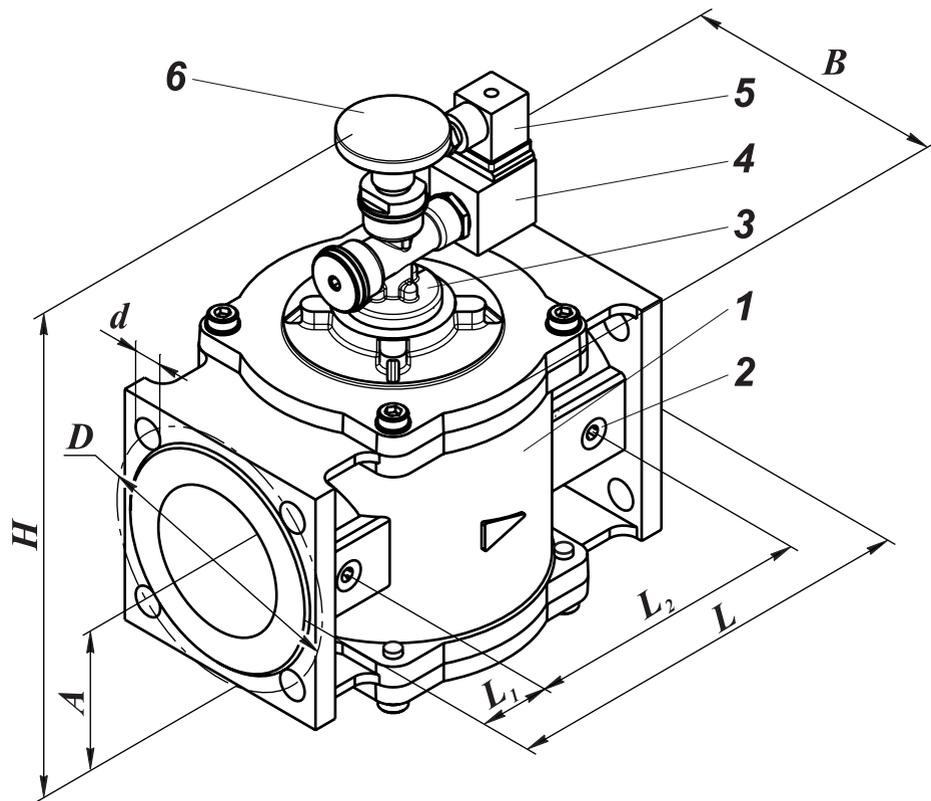

Рис. 1
2.1 Клапан (см. рис. 1) состоит из следующих основных узлов и деталей:
4.3.2 Подвод электропитания к клапану осуществляется с помощью разъема 5, установленного на электромагнитную катушку 4 (рис. 1).
4.4.3 Для открытия клапана и фиксации его в открытом положении необходимо подать напряжение питания на электромагнитную катушку и поднять шток за рукоятку взвода 6 (рис. 1) вверх до упора. Если катушка обесточена, то возможно произвести открытие клапана, но в открытом положении клапан не фиксируется (исполнение: без блокировки открытия).